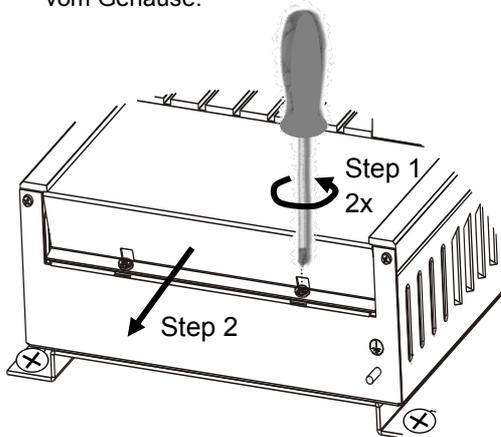

Abbildung 15
- Schließen Sie den eingehenden Landstrom über eine Sicherung an den AC-Eingang (Abbildung 15) an. Phasenleitung an L, Nullleiter an N und Erde an PE/GND.